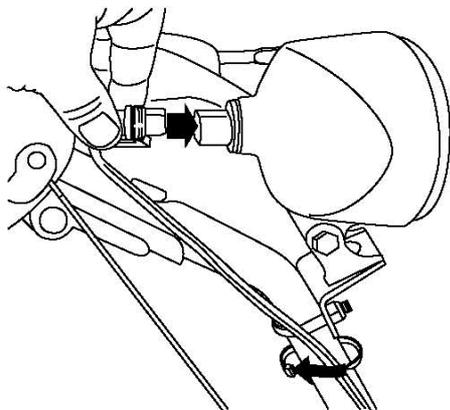

Рисунок 17.
1. Вставьте соединитель провода в свободный конец провода на задней стороне фары, пока он надежно не встанет на место (Рис. 17).
Уточнение: Убедитесь, что пластиковый зажим на соединителе провода находится сверху (Рис. 17).
2. Закрепите соединительный трос (он находится в пакете с деталями) вокруг провода и рукоятки на около 2,5 см ниже U-образного болта (рис. 17).